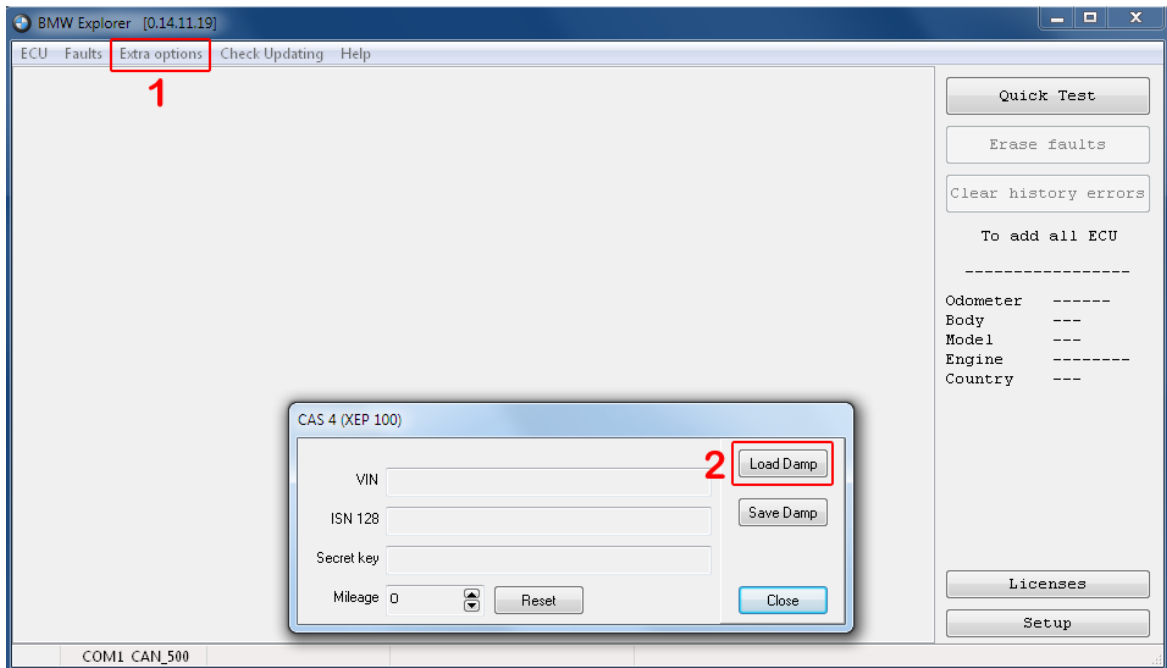

Figura 27 BMW Explorer <http://en.auto-explorer.com/>
- Por ejemplo, el FLASH de Datos guardado puede ser decriptado y editado por el programa "Explorador BMW" (<http://en.auto-explorer.com/>). Seleccione "Opciones Extras ->Calc CAS->CAS4 (XEP100)" del recuadro P-FLASH (Figura 27). Presione el botón "Cargar Damp".